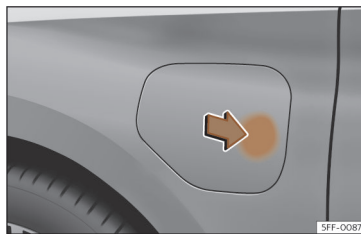

Fig. 58 Abertura da tampa da tomada de carregamento.
*Estação de carregamento de CA ou cabo de tomada de corrente:* A bateria de alta tensão do veículo pode carregar-se com corrente alternada (CA) através da tomada de carregamento correspondente ②.
- Com o veículo desbloqueado, ao pressionar sobre a zona indicada da tampa de carregamento da bateria, esta abre-se >>> Fig. 58.